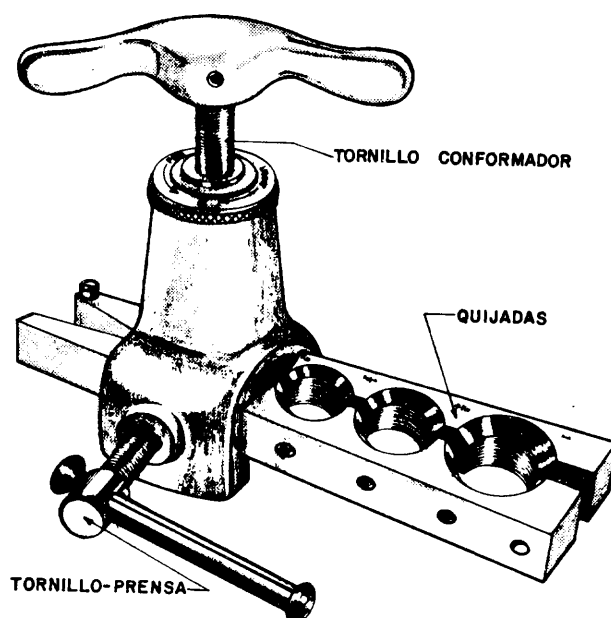

Fig. 2
*EXPANDIDOR DE PRESIÓN (fig. 2)*